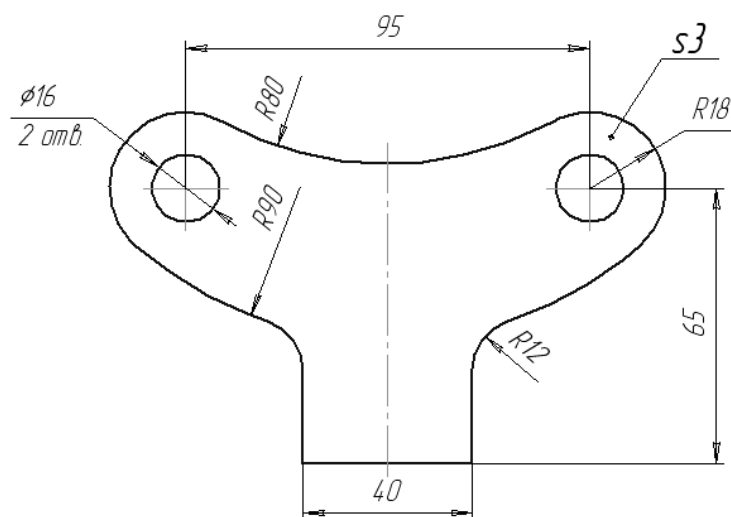

Рис. 23
- 2) Выполните чертёж детали без простановки размеров (рис. 23).